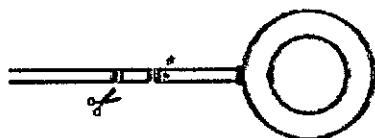

Figura 3.5.1
1. Cortar el tubo del expansor con la longitud necesaria, o en la válvula sin ir más allá de la marca (ver figura 3.5.1).